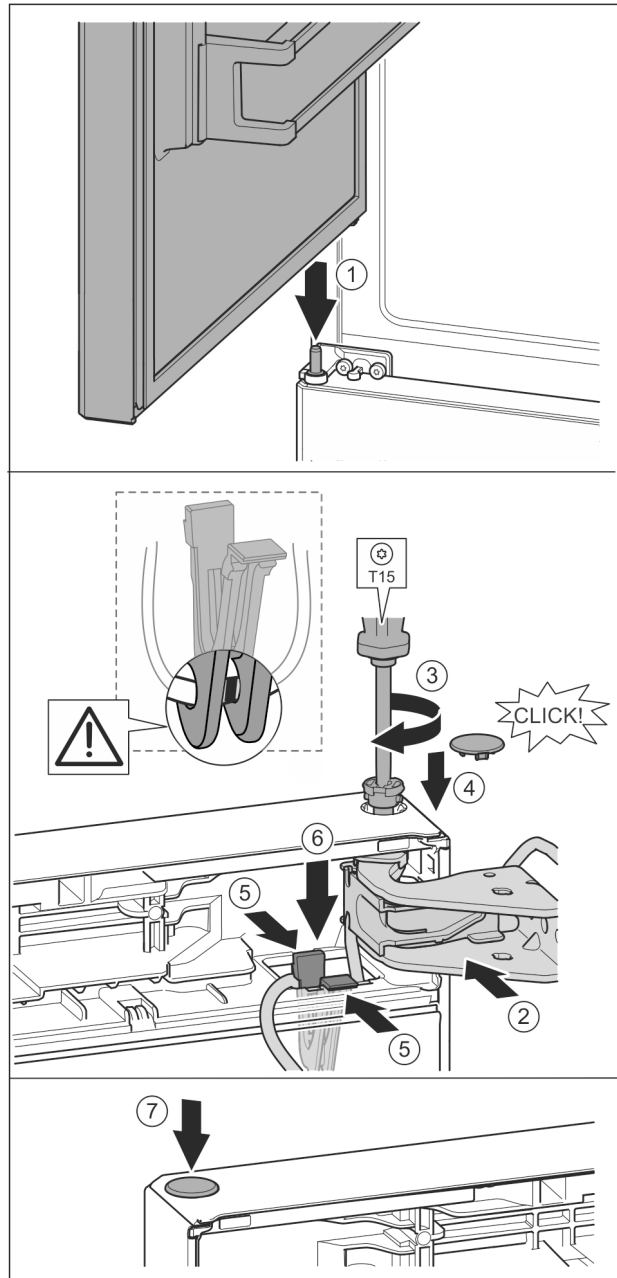

Fig. 41
- ▶ Horní dveře usadte na prostředním ložiskovém čepu Fig. 41 (1)
- ▶ Dveře nahoře vyrovnejte s otvorem ve stojanu ložiska. Fig. 41 (2)
- ▶ Vložte čep a pevně jej utáhněte šroubovákem T15. Fig. 41 (3)
- ▶ K zajištění dveří namontujte bezpečnostní kryt: Bezpečnostní kryt nasadte a zkontrolujte, zda přiléhá na dveře. V opačném případě čep zcela zasuňte. Fig. 41 (4)
- ▶ Držák s upevněným kabelem vložte do otvoru. *Fig. 41 (5)*
- ▶ Tlačte držák dolů, až lamela zapadne. *Fig. 41 (6)*
- ▶ Vložte zátku. *Fig. 41 (7)*